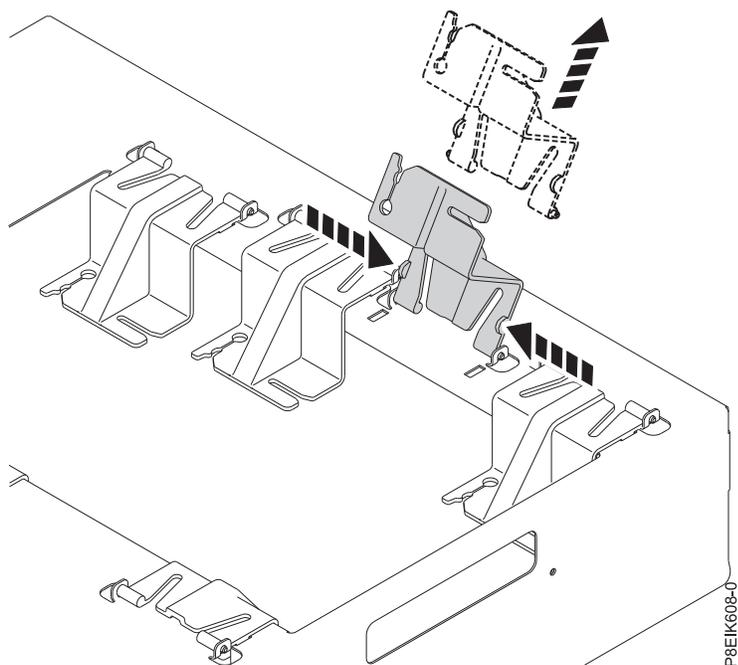

図 17. キャリアからのホルダーの取り外し
- a. ホルダーを上回転させます。ホルダーの両側を指先で強く挟み付けて、キャリアから取り外します (17 ページの図 17 を参照)。